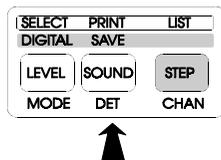

Figure 32.- Impression d'un canal.
- 5.- Appuyer sur la touche **SOUND [8]** (PRINT) pour imprimer l'information relative au canal d'accord (voir la figure 32).